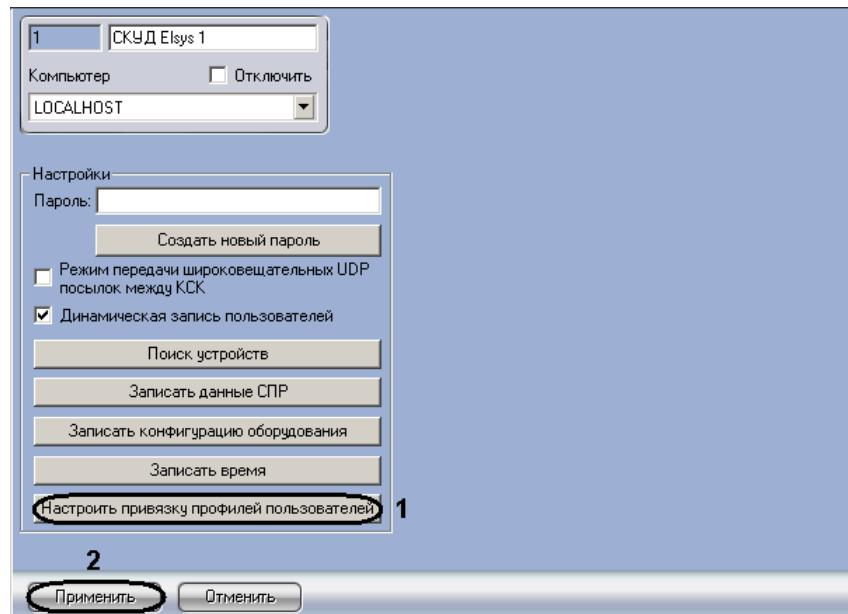

Рис. 3.5-3 Привязка профилей пользователей
1. Нажать кнопку **Настроить привязку профилей пользователей** (Рис. 3.5-3, 1).
4. Для сохранения изменений нажать кнопку **Применить** (см. Рис. 3.5-3, 2).